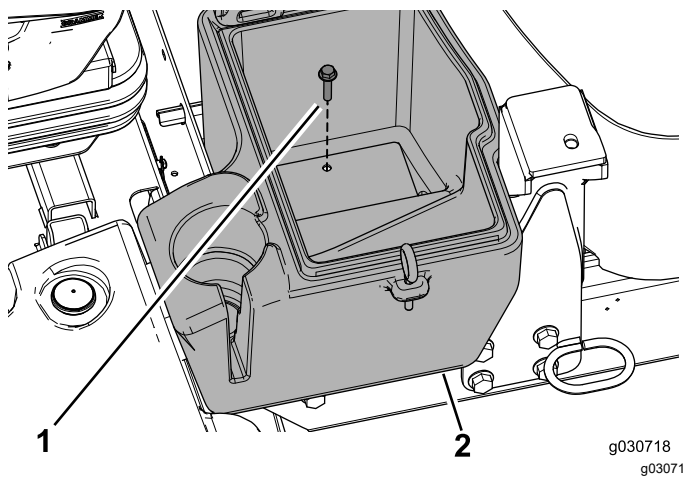

Figura 22
4. Utilizzate il bullone ($\frac{5}{16}$ " x $1\frac{1}{2}$ ") per fissare il vano portaoggetti alla macchina (Figura 22).